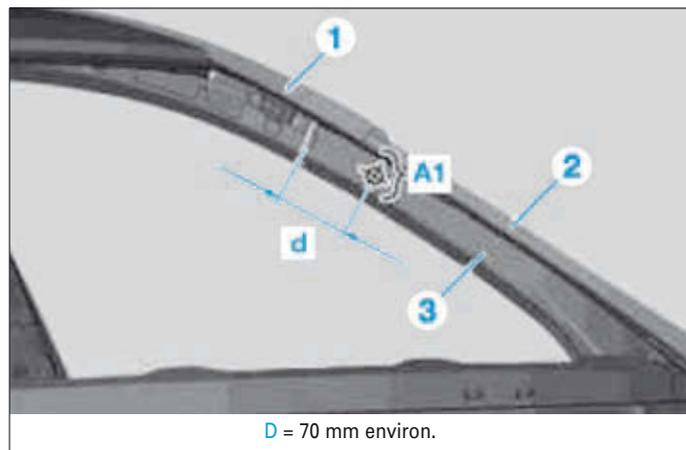

FIG. 67
- Percer un trou de Ø 8 mm pour l'application ultérieure de la protection des corps creux en traversant la partie intérieure du montant A (3) et le renfort du montant A (2) dans la zone (A 1) (Fig.67).